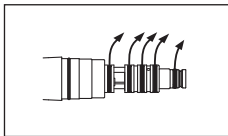

Fig. 43
- ❷ Enlevez chaque joint manuellement et avec précaution (Fig. 43).